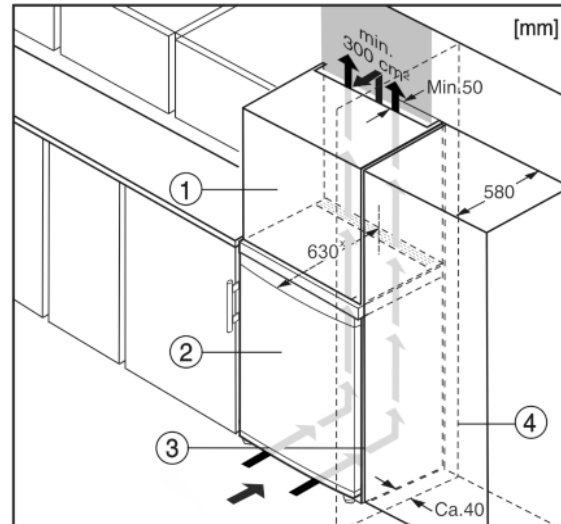

Fig. 10
Het apparaat kan in keukenkasten worden ingebouwd. Om het apparaat Fig. 10 (2) aan de hoogte van het keukenblok aan te passen, kan boven het apparaat een opzetkast Fig. 10 (1) worden aangebracht.
Bij een ombouw met keukenkasten (diepte max. 580 mm) kan het apparaat direct naast de keukenkast Fig. 10 (3) worden geplaatst. Het apparaat steekt aan de zijkant 34 mm* en in het midden 50 mm* uit ten opzichte van het keukenkastfront.
Plaatst u het apparaat met de scharnierkant naast een muur Fig. 10 (4), dan moet de afstand tussen apparaat en muur minstens 40 mm bedragen. Dit in verband met het uitsteken van de deurgreep bij een geopende deur.